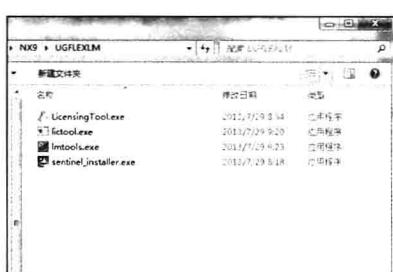

图 1-8 打开 Imtools 文件
Step 09 找到如图 1-8 所示的安装文件许可证的文件夹，找到其中名为 Imtools 的执行文件，将其打开。